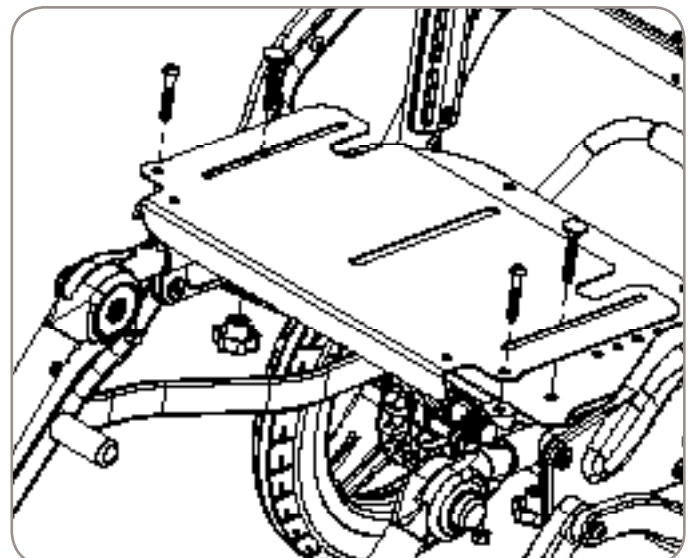

Figura 26
6. Vuelva a instalar la placa del asiento como se muestra en la figura 26.